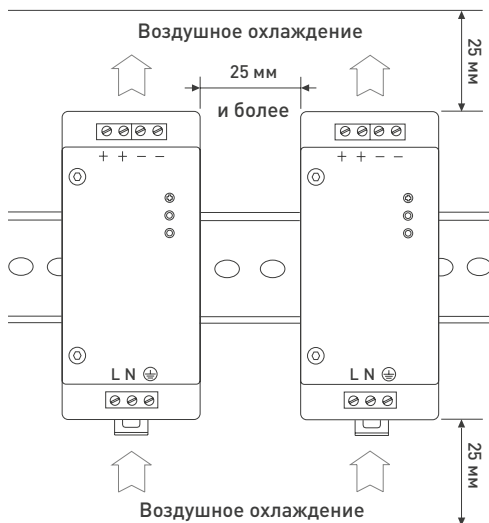

Рис. 1. Рекомендуемое размещение источника питания и обеспечение циркуляции воздуха
- 4.2. Для соблюдения температурного режима работы обеспечьте свободное пространство вокруг источников питания (см. рис. 1). При необходимости используйте принудительную вентиляцию.